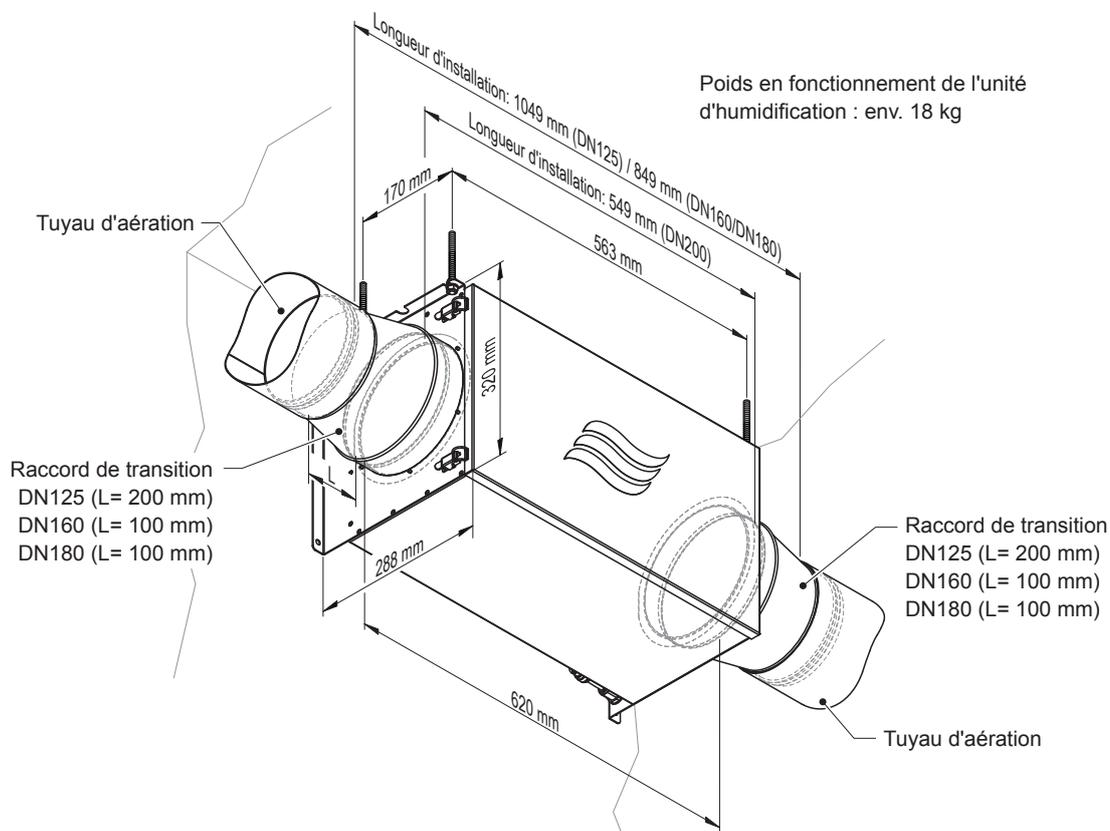
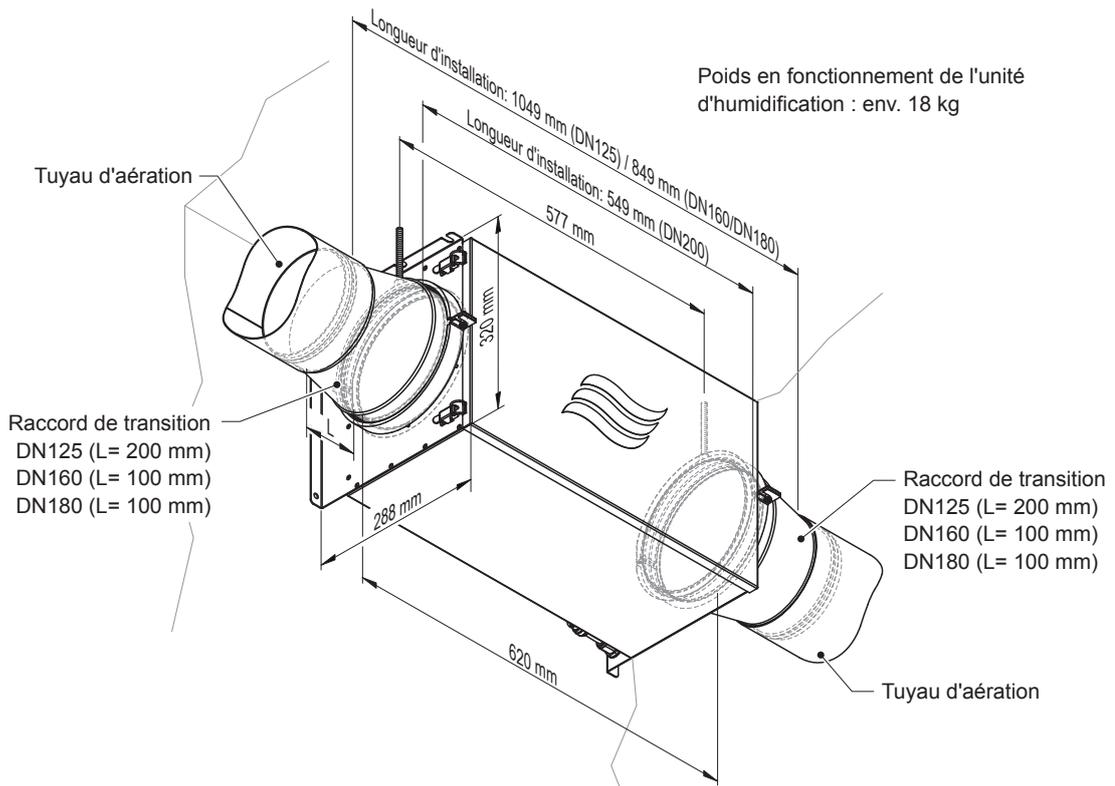
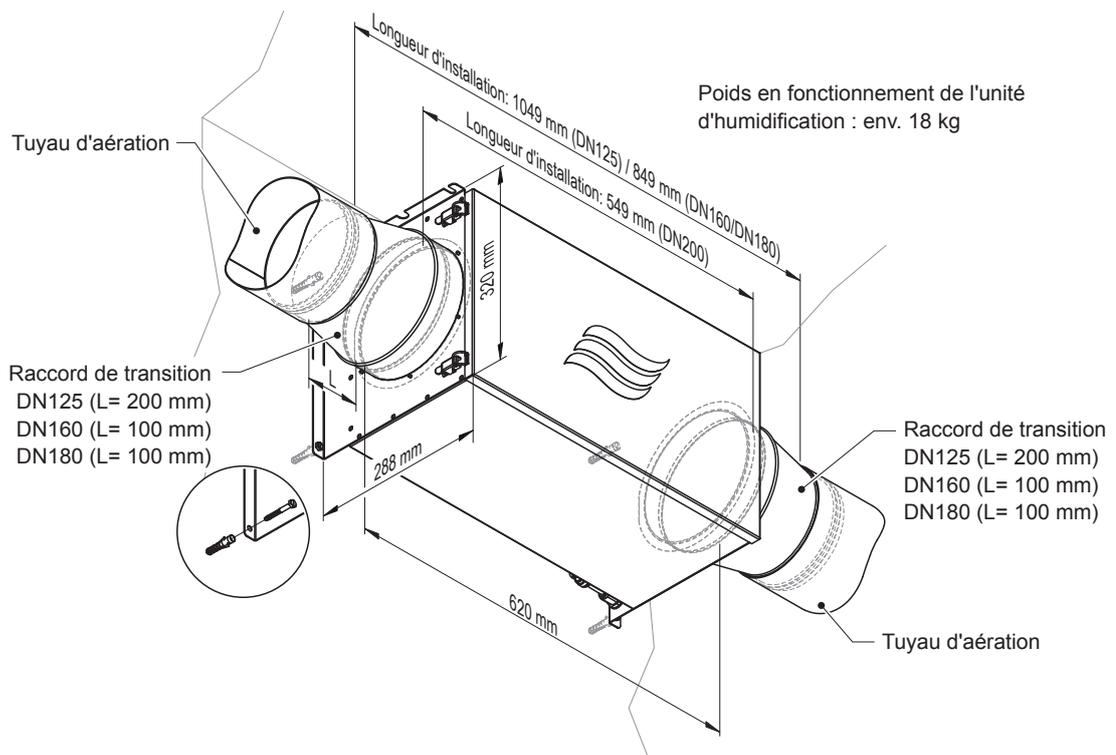

Fig. 1: Mesures montage au plafond avec tiges filetées
Fig. 2: Mesures montage au plafond avec colliers de serrage
Fig. 3: Mesures montage mural
- Le plafond/mur sur lequel le kit de prémontage sera monté doit présenter une résistance suffisante (voir Fig. 1, Fig. 2 et Fig. 3).
Montage au plafond avec tiges filetées : Le kit de prémontage est fixé au plafond à l'aide de quatre tiges filetées et d'écrous (voir *Fig. 1*). Le matériel de fixation n'est pas inclus dans la livraison.
Montage au plafond alternatif avec colliers de serrage : Le kit de prémontage est fixé au plafond à l'aide de deux colliers de serrage de $\varnothing 200$ mm (voir *Fig. 2*). Le matériel de fixation n'est pas inclus dans la livraison.
Montage mural : Le kit de prémontage est fixé au mur à l'aide de 4 chevilles et vis (fournis), voir *Fig. 3*.